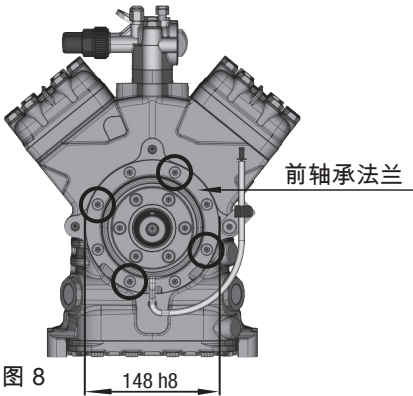

图 8
- 为了装配电磁离合器的线圈，压缩机的前轴承法兰有个滑动配合面 $\varnothing 148 \text{ h8}$ 。（如图 8 所示）。
- 安装电磁线圈时，先拧下轴承法兰上的 4 个内六角螺栓 M8。（如图 8 所示）。